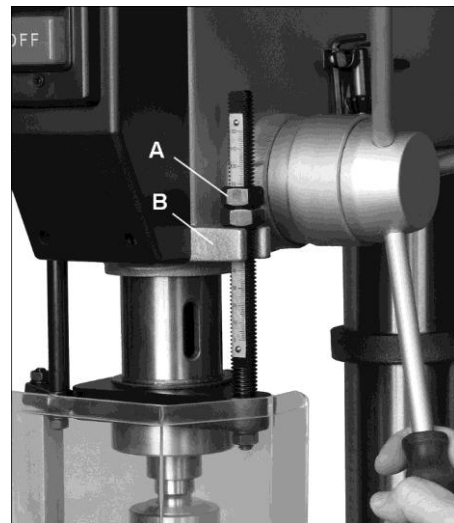

Рис. 8-1: регулировка упора глубины сверления
3. Другой рукой закручивайте контргайки (А, Рис. 8-1) на упорном стрержне до тех пор, пока они не будут плотно притянуты к упору (В).